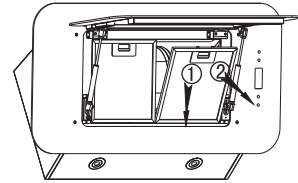

Abbildung 11
– Ziehen Sie an der Dunstabzugshaube, so wie es in der *Abbildung 11* gezeigt wird.
– Nehmen Sie die Filter ab, siehe *Abbildung 11*.